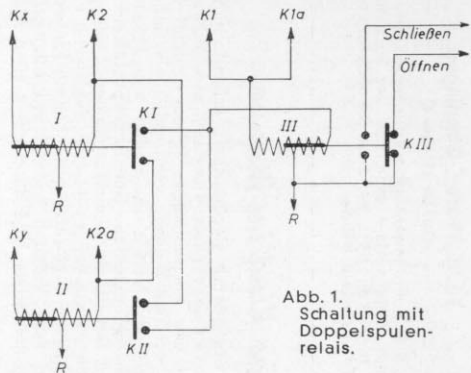

Abb. 1.
1. Die Verwendung von Doppelspulen-Relais (Vester-Antriebe, umgebaut nach MBA-Heft 11/IV). Zur Ausführung der Schaltung nach Abb. 1 werden drei dieser Antriebe (Relais) benötigt. Die Wirkungsweise ist folgende: